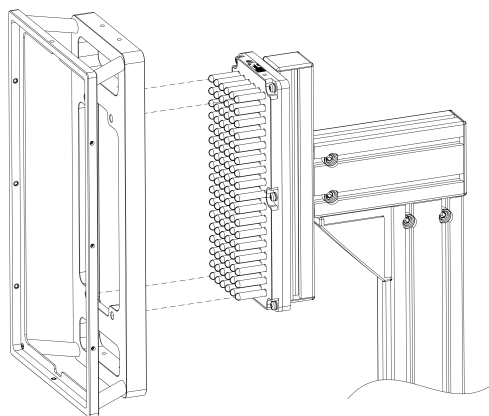

Figure 5-8 : Mise en place du cadre
2. Placez la plaque marquée "A" dans le support, comme illustré dans la Figure 5-8.